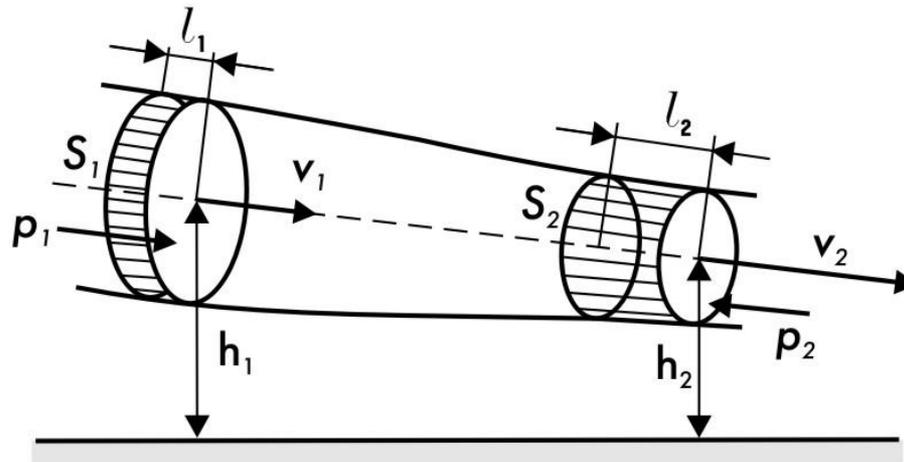

Рис. 6.3
- Отметим, что  $l_1$  и  $l_2$  настолько малы, что всем точкам объемов, закрашенных на рис. 6.3, приписывают **постоянные значения скорости  $v$ , давления  $p$  и высоты  $h$ .**